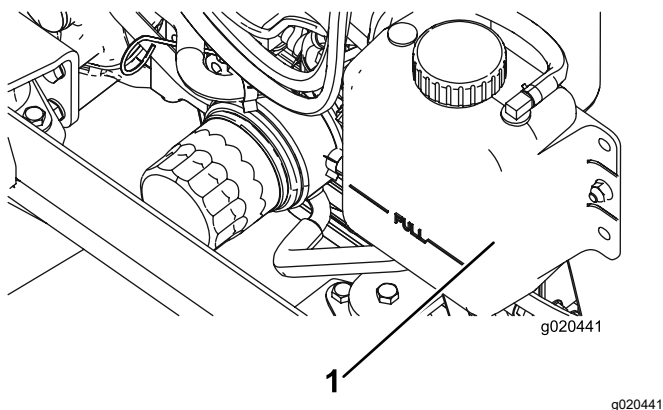

Рисунок 72
1. Осторожно снимите крышку радиатора и крышку расширительного бачка (Рисунок 72).